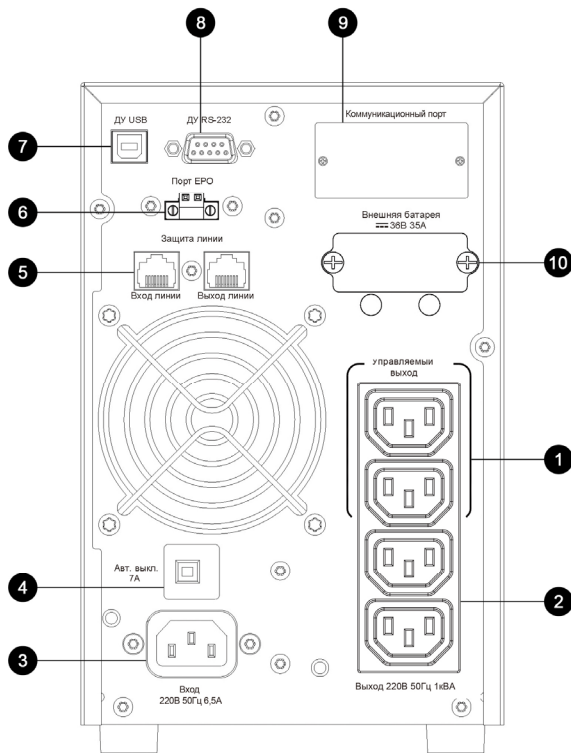

Рисунок 3 - Задняя панель ИБП ATS 1000 T-G (B)
На задней панели ИБП (рисунок 3) расположены:
- подключить интерфейсный кабель USB из комплекта поставки к соответствующему соединителю на задней панели ИБП (поз. 7, рисунок 3) и к последовательному порту управляющего ПК с установленным ПО «UPS Agent»;